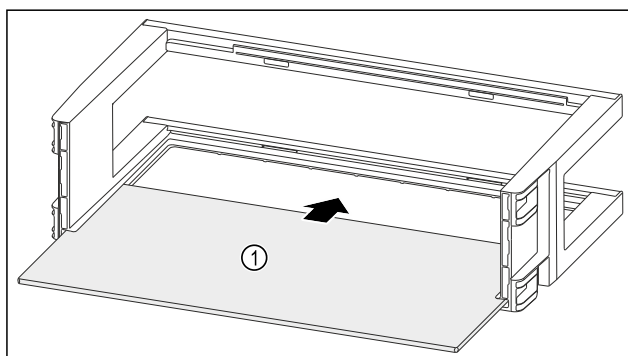

Fig. 134
- Abstellfläche Fig. 134 (1) in die seitlichen Aussparungen einschieben.